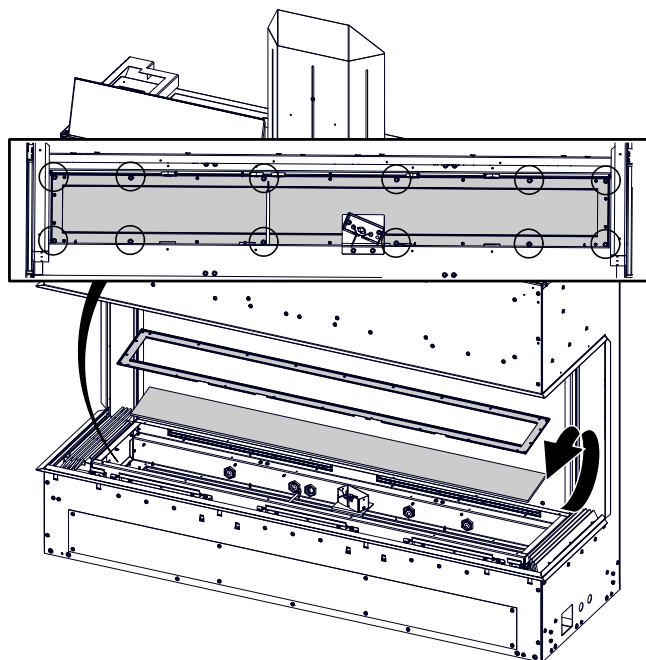

Fig. 2
6. Retirez les vis (le nombre varie selon le modèle) qui fixent le support du lit de braises et la vitre, puis soulevez-les pour les retirer de l'appareil **(Fig. 2).**